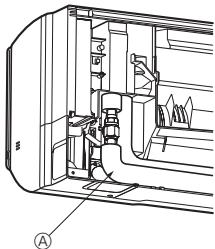

Rys. 3-4
3.2.3. Montażściennego uchwytu montażowego (Rys. 3-4)